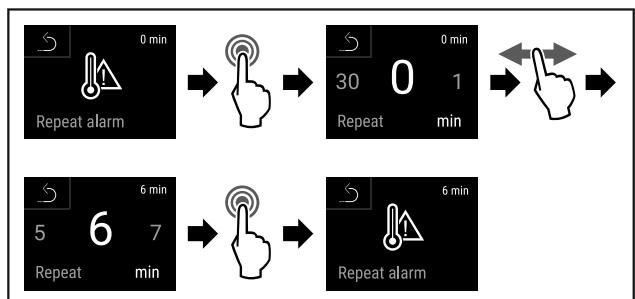

Fig. 143
- Seguir los pasos de procedimiento (consulte Fig. 143) .